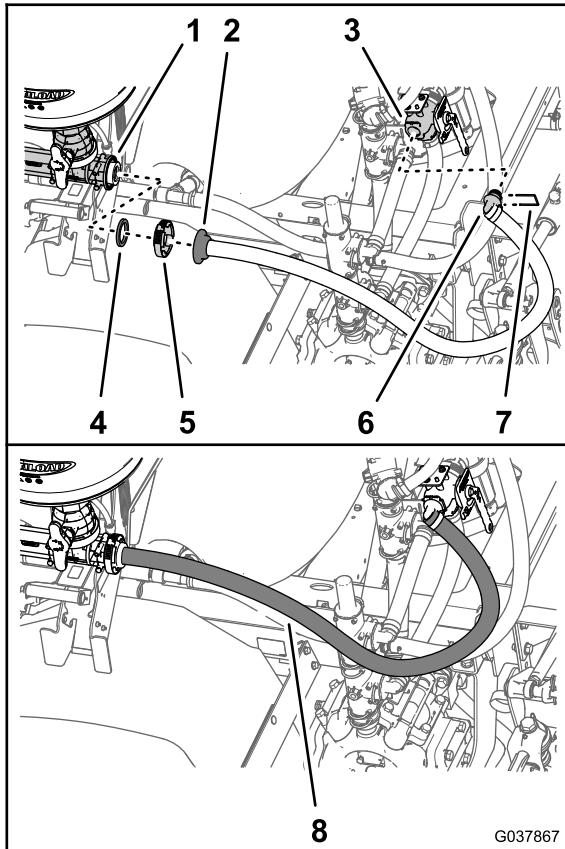

图72
2. 使用随切断阀提供的卡环将 90°接头固定到清洁加药器供水软管上图72。
3. 将在从清洁加药器上卸下供水软管\(页码 16\)中卸下的清洁加药器供水软管直通宝塔接头的法兰和垫片与清洁加药器入口的法兰对齐图72。
4. 使用在步骤从清洁加药器上卸下供水软管\(页码 16\)中保留的法兰夹具将直通宝塔接头和垫片固定到清洁加药器上图72。
1. 将清洁加药器供水软管 2.5 x 156.5cm 的 90°接头装入清洁加药器切断阀的左端口图72。